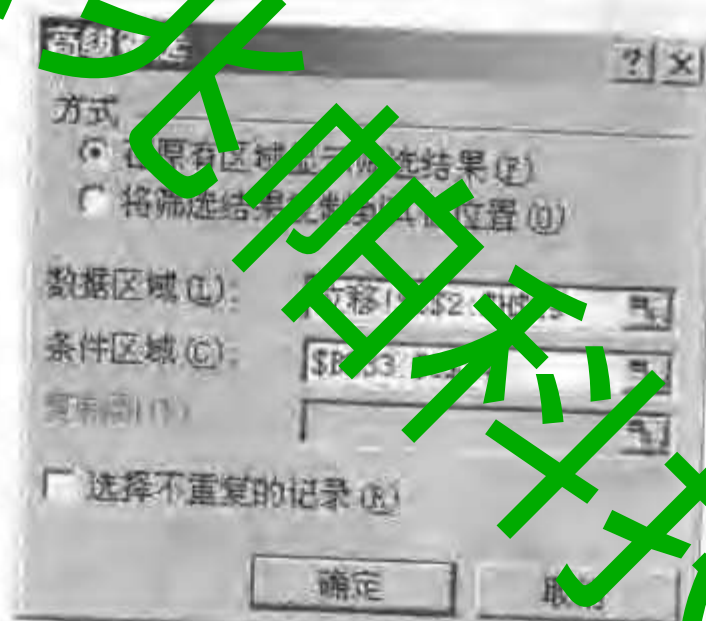

图 4-7 高级筛选对话框
2) 选择下拉菜单中的“数据”→“筛选”→“高级筛选”,弹出高级筛选对话框,如图 4-7 所示。